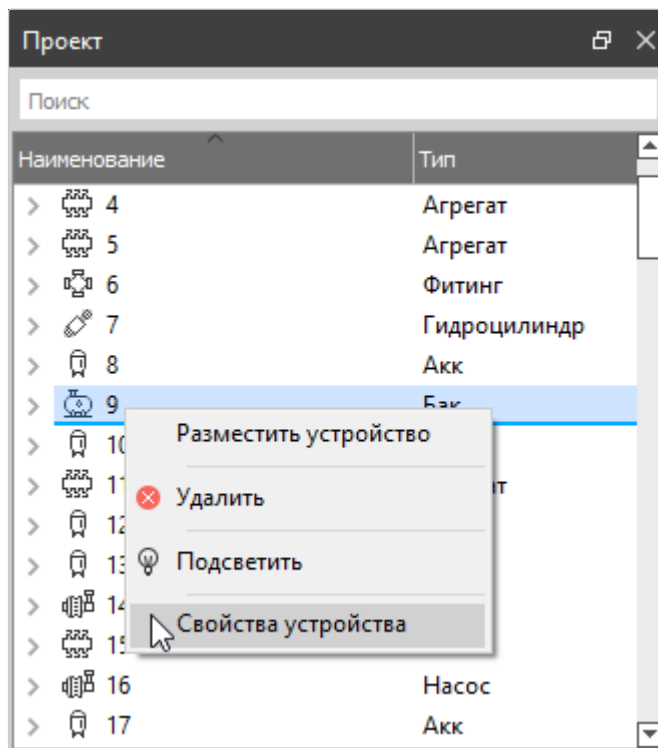

Рисунок 251. Вызов окна «Свойства устройства»
- 2) Вызвать контекстное меню на этом устройстве и выбрать пункт «Свойства устройства» (см. рисунок 251).